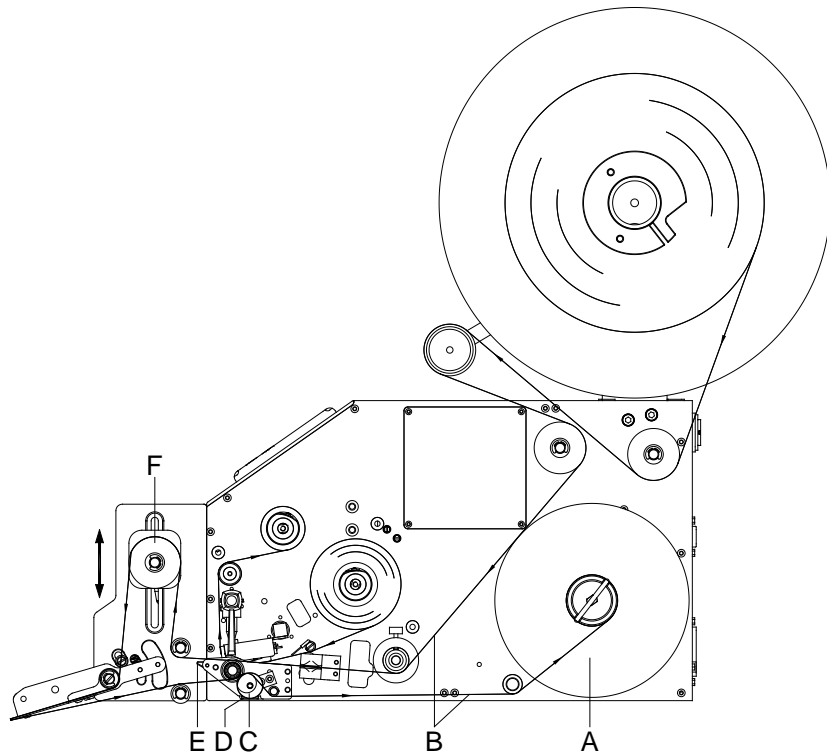

Figure 5
1. Tirer le bouton moleté (C, Figure 5) l'extérieur et pousser la batoude de distribution (D, Figure 5) en avant/à la baisse.
2. Desserrer la vis (C).
3. Selon le besoin, changer la position d'angle du bord de distribution (B). Pour cela pousser le boulon de butée (A) le long du trou oblong dans la plaque de base (D). Le décalage vers le haut agrandit l'angle de pose, le décalage vers le bas réduit l'angle de pose.
4. Desserrer la vis (C) pour fixer la position du boulon de butée. Selon le besoin, insérer un tournevis plat dans la fente du boulon de butée (A) pour faciliter le resserrement de la vis (C).
5. Tourner l'enrouleur (A, Figure 5) du système d'impression jusqu'à ce que le substrat soit tendu.
6. Appuyer encore la batoude de distribution (D, Figure 5) vers le haut et engager.
Pour tendre le substrat (B) sur l'enrouleur interne (A), il faut auparavant que la batoude de distribution (D, Figure 5) soit poussée en avant/à la baisse en tirant le bouton moleté (C, Figure 5) à l'extérieur.